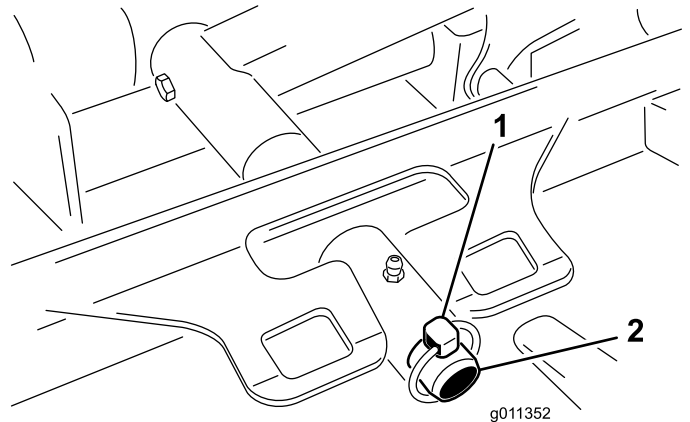

Figura 62
3. Retire el pasador de seguridad que sujeta el bastidor de tiro de la unidad de corte a la barra de giro del brazo de elevación (Figura 62).
3. Deslice el bastidor de tiro de la unidad de corte sobre la barra de giro del brazo de elevación. Apriete con el pasador de seguridad (Figura 62).